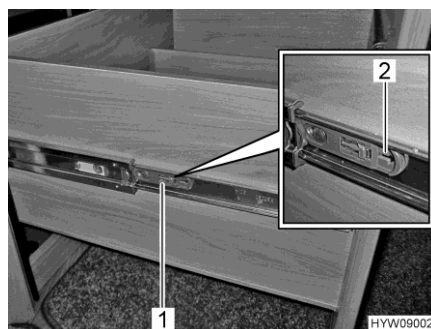

Fig. 130 Cajón del bar
- A ambos lados del cajón del bar, tirar la oreja de fijación (Fig. 130,1) en el sentido de la flecha (Fig. 130,2). Entonces, se podrá extraer el cajón del bar más allá del tope del mismo.